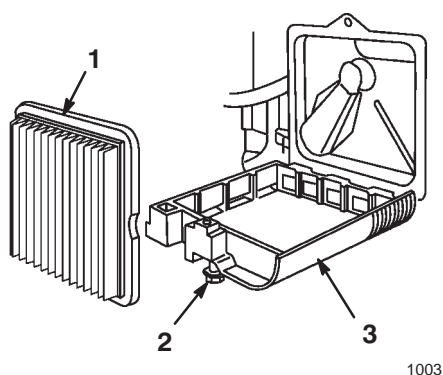

Figure 20
3. Desserrer la vis de fixation du couvercle du filtre à air au moteur (Fig. 20).
4. Laisser le couvercle descendre et le nettoyer soigneusement (Fig. 20).
5. Retirer le filtre en papier (Fig. 20) et le jeter.